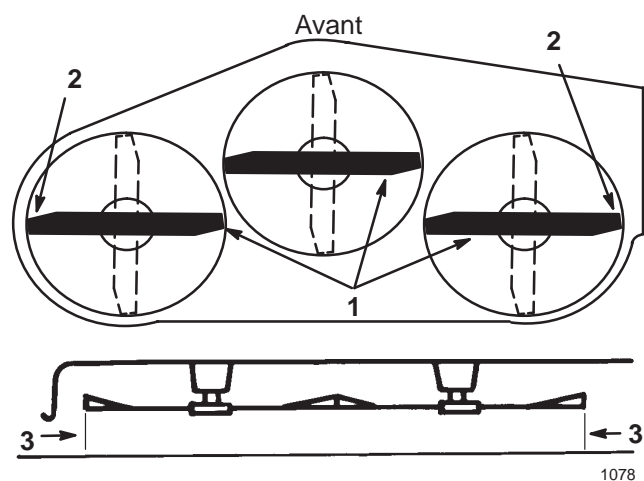

Figure 39
6. Tournez prudemment les lames pour qu'elles soient parallèles dans le sens transversal (Fig. 39). Mesurez la distance entre les tranchants extérieurs et le sol plat (Fig. 39). Si les deux mesures diffèrent de plus de 4,75 mm (3/16 pouce), l'horizontalité transversale doit être réglée (voir les points 7 et 8).